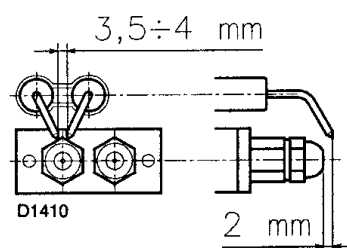

Рис. 9
Форсунка для 1-й ступени находится под электродами зажигания, рис.9. Проверьте, чтобы электроды были установлены так, как показано на рисунке 9. После этого установите горелку (6) (рис. 7) на направляющие (2) и продвиньте ее до фланца (5), при этом держите горелку слегка приподнятой, чтобы диск стабилизации пламени не застрял в головке горелки.